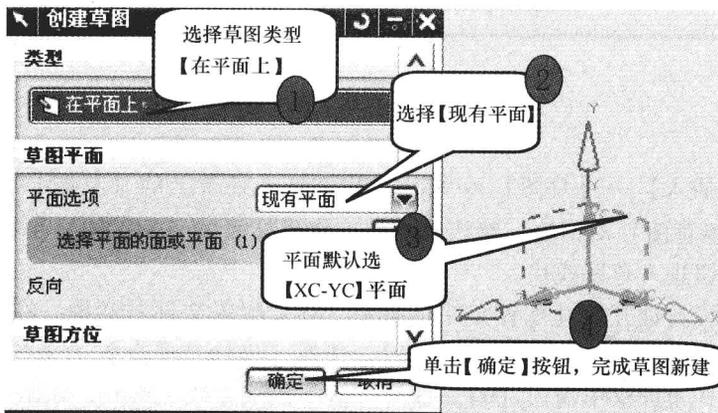

图 1-6 【创建草图】对话框
(3) 选择【插入】→【草图】或单击【特征】工具条上的【草图】图标, 弹出如图 1-6 所示【创建草图】对话框，默认以当前工作坐标系的【XC-YC】平面作为草图平面，单击【确定】按钮进入草图模块。